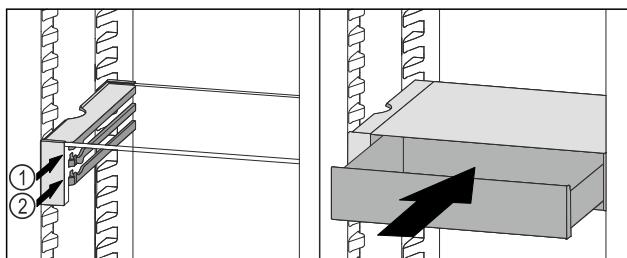

Fig. 101
- ▶ Установите выдвижной ящик VarioSafe за стопоры на требуемый выступ Fig. 101 (1) или Fig. 101 (2).